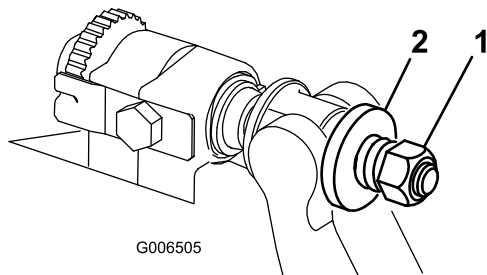

Figura 27
4. Serrate il dado di tensione della molla finché la molla non si schiaccia, quindi allentate di 1/2 giro (Figura 27).